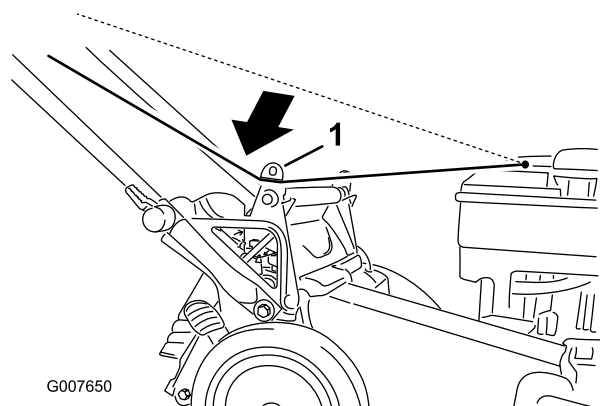

Figure 20
1. Faites passer le câble du lanceur autour du guide inférieur (Figure 20).